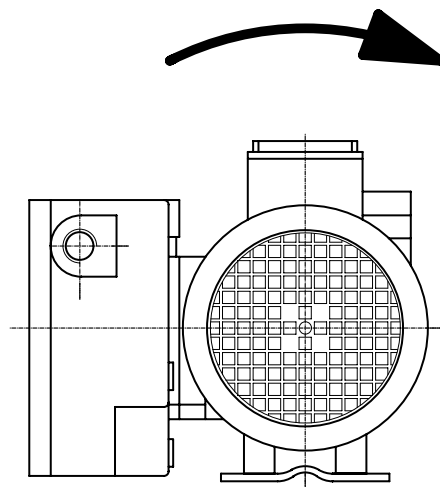

Abb.7
- Überprüfen Sie die Drehrichtung, indem Sie die Pumpe kurzzeitig (2-3 Sekunden) starten. Die richtige Richtung wird durch den Pfeil auf der Pumpe angezeigt (Abbildung 7). Bei falscher Drehrichtung muss die Drehrichtung des Motors geändert werden, indem die Position von zwei der drei Anschlüsse im Motorklemmenkasten vertauscht wird.